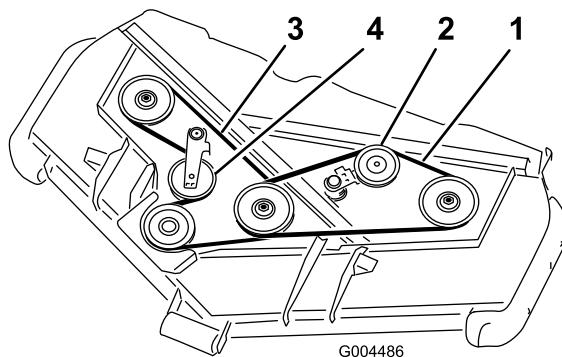

Figure 57
3. À l'aide d'une barre de levier ou d'un outil similaire, éloignez la poulie de tension de courroie supérieure (Figure 57) de la courroie pour détendre cette dernière et pouvoir la déchausser des poulies.
4. À l'aide d'une barre de levier ou d'un outil similaire, éloignez la poulie de tension de courroie inférieure (Figure 57) de la courroie pour détendre cette dernière et pouvoir la déchausser des poulies.
5. Acheminez une courroie neuve autour de la poulie du boîtier d'engrenages, des poulies d'axe inférieures et de l'ensemble poulie de tension, comme montré à la Figure 57.
6. Acheminez une courroie neuve autour des poulies d'axe supérieures et de l'ensemble poulie de tension, comme indiqué à la Figure 57.